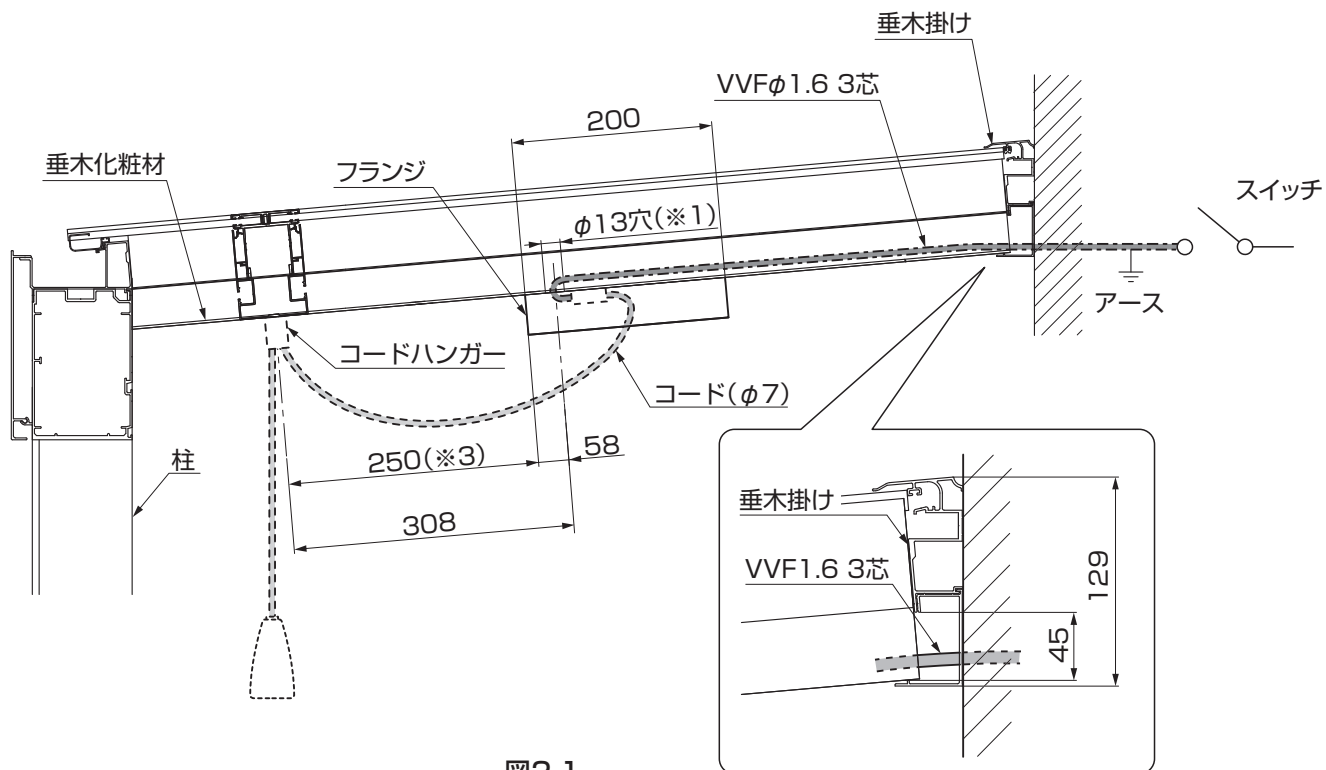
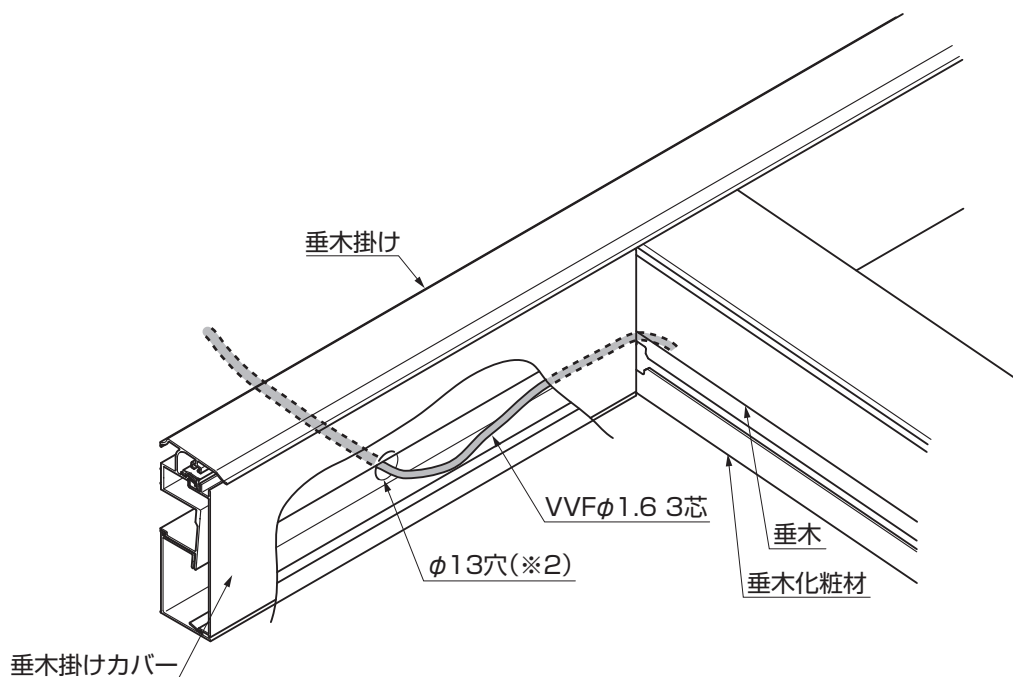

図2-1
図2-2
①垂木掛けと垂木にφ13の穴加工（※1）（※2）をしてください。（図2-1、図2-2参照）